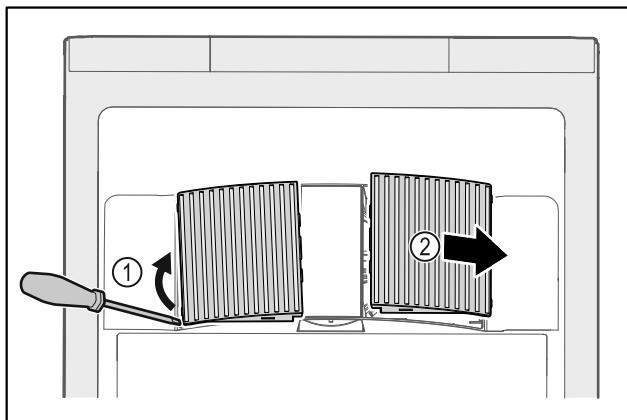

Fig. 150
- Ventilatorabdeckungen vorsichtig von der Seite herausheben Fig. 150 (1) und nach vorne abnehmen Fig. 150 (2).